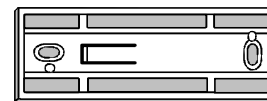

Figure 35 : Cale d'épaisseur
- **La partie électronique**, comprenant la pile, à placer sur le dormant de l'issue, de préférence en partie haute. Elle peut être rehaussée selon le cas par des cales d'épaisseur empilables (Fig. 35).